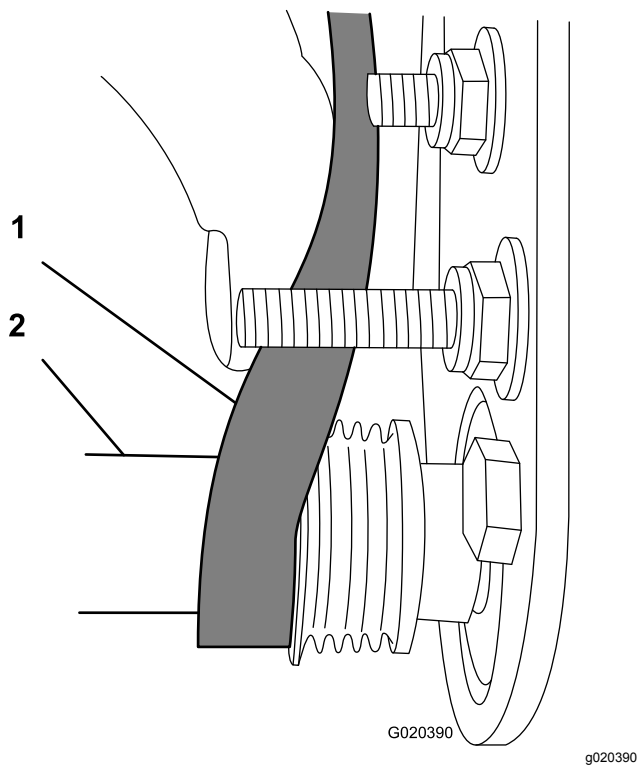

図 23
- 9/16" 深穴ソケットを使ってブラシアセンブリを回転させながら、ベルトを受動プーリに掛けまわす図 23。